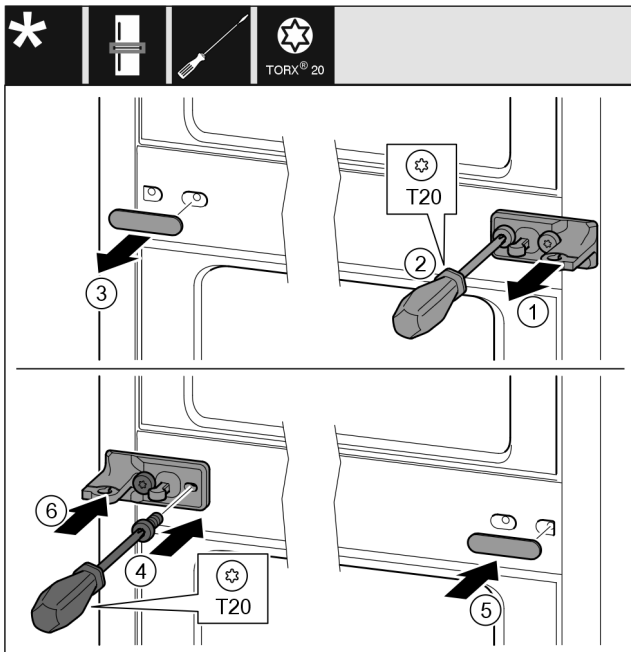

Fig. 12
- ▶ Enlever la rondelle. *Fig. 12 (1)*
- ▶ Desserrer les vis avec le tournevis T20. *Fig. 12 (2)*
- ▶ Enlever délicatement le cache. *Fig. 12 (3)*
- ▶ Visser fermement le support de palier avec film tourné de 180° de l'autre côté. *Fig. 12 (4)*
- ▶ Poser le cache tourné de 180° de l'autre côté. *Fig. 12 (5)*
- ▶ Enfiler la rondelle par devant. *Fig. 12 (6)*